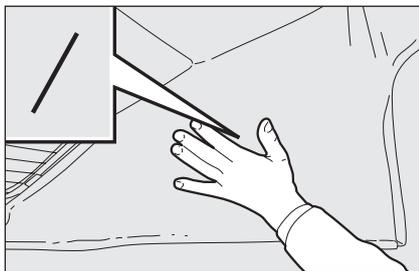

fig. 74
- chiudere l'arcone facendo pressione dall'interno dell'abitacolo sulle leve **fig. 74** (sia a destra che a sinistra) per far superare ad esse il punto morto per il bloccaggio dell'arcone stesso, assicurandosi di spingere, dal basso verso l'alto, nel punto contrassegnato dal simbolo / posto sul rivestimento interno capote.